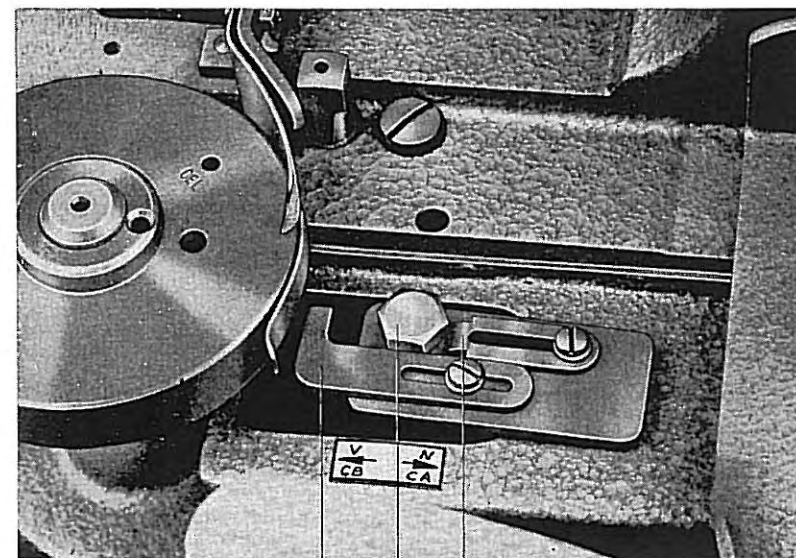

Abb. 32
1. Schraube 132 (Abb. 32) lösen und so weit in Pfeilrichtung $\leftarrow \frac{V}{CB}$ schieben, bis der Anschlag 133 am Schnellauf-Ausschalthebel anliegt. Schraube 132 wieder fest anziehen.
1. Schraube 132 (Abb. 32) lösen und so weit in Pfeilrichtung $\frac{N}{CA} \rightarrow$ schieben, bis der Anschlag 140 am Schnelllauf-Ausschalthebel anliegt.